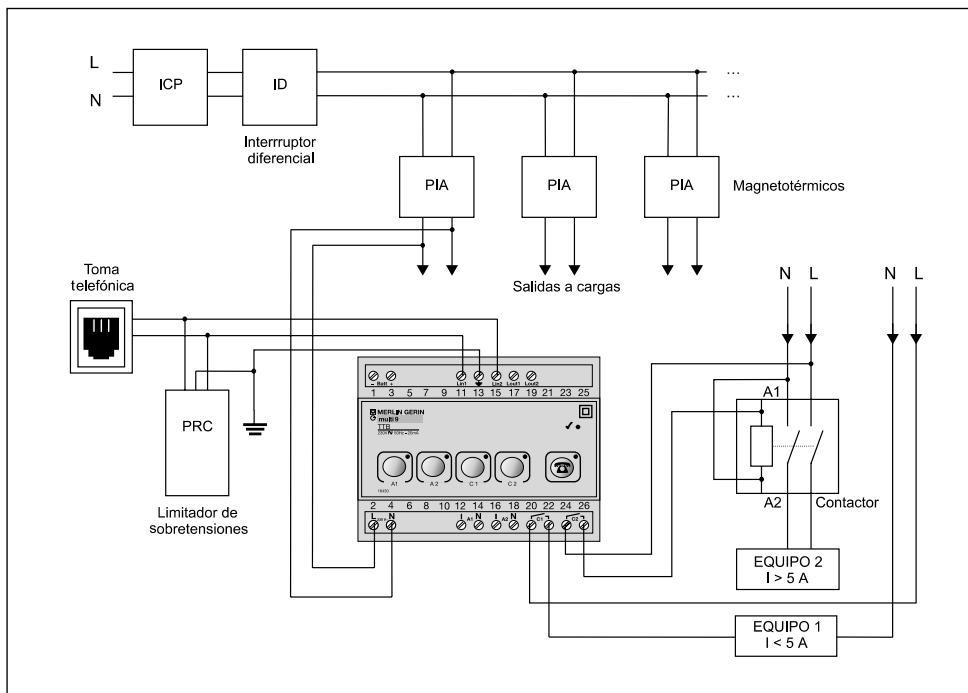

Figura 1. Esquema de elementos de protección.
En la figura 1 de la página siguiente aparecen todos los elementos de protección tal y como deben ir conectados.
■ Línea telefónica. Como medida preventiva se aconseja utilizar un limitador de sobretensiones (tipo PRC de Merlin Gerin, ref.: 15462) para proteger la línea telefónica (bornes 11 y 15), tal y como se indica en la figura 1.
Si el equipo no es una carga muy inductiva, ni es iluminación fluorescente y la intensidad que consume es menor a 5 A (por ejemplo el equipo 1 de la figura 1), se puede conectar directamente el equipo al canal del transmisor telefónico.
Si la intensidad consumida es mayor a 5 A, la carga es muy inductiva o la carga es iluminación fluorescente (por ejemplo el equipo 2 de la figura 1), la fase se conecta al borne 24 del transmisor telefónico y el borne 26 a la bobina del contactor que abrirá o cerrará la alimentación del equipo 2.
La conexión de los cables de alimentación se indica en la figura 1. La línea de fase (L) se conecta al borne 2 y el neutro al borne 4.